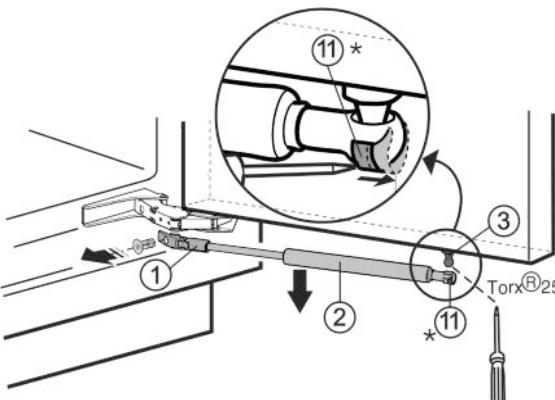

Fig. 1
- С помощью отвертки сдвиньте натяжную пружину Fig. 1 (11) наружу.*
- Снимите амортизатор закрывания дверей Fig. 1 (2) вниз.
- Открутите держатель Fig. 1 (1).
- Открутите шаровую головку Fig. 1 (3) (Torx® 25).